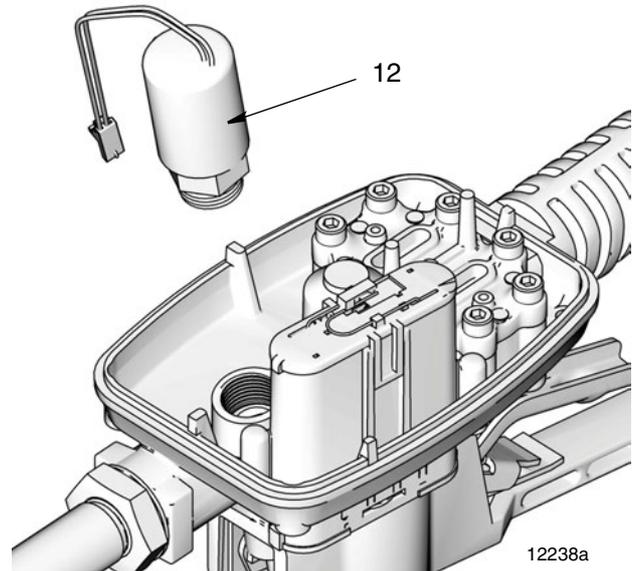

FIG. 10
- a. Desatornille el solenoide (12) y retire la carcasa del medidor (FIG. 10). Si es necesario, puede utilizar pinzas para aflojar el solenoide.